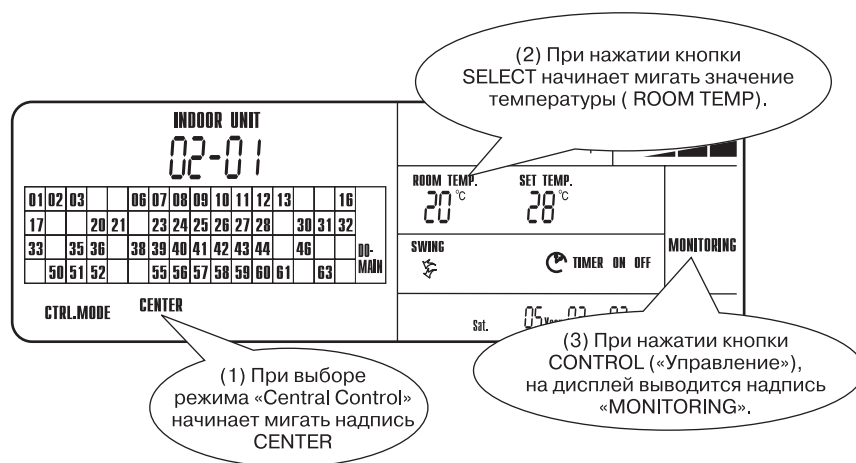

Рис. 5.2
5.3 Режим централизованного управления («Central Control») (Рис. 5.2)